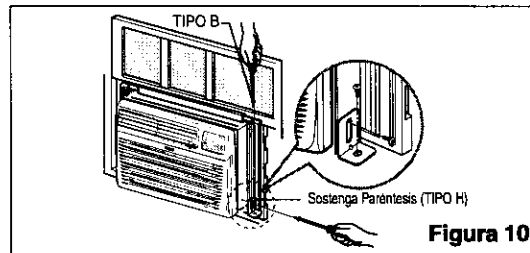

Figura 10
- Utilice este tornillo para incorporar el soporte de apoyo (TIPO H) a la plataforma interior de la ventana, como se muestra en Figura 10.